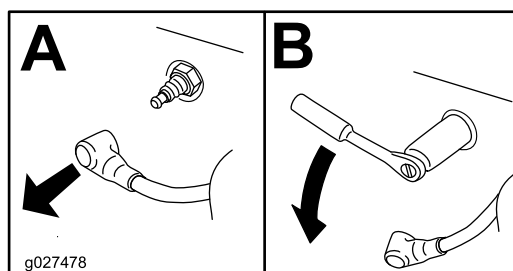

Figura 45
4. Demontați bujia (Figura 45).